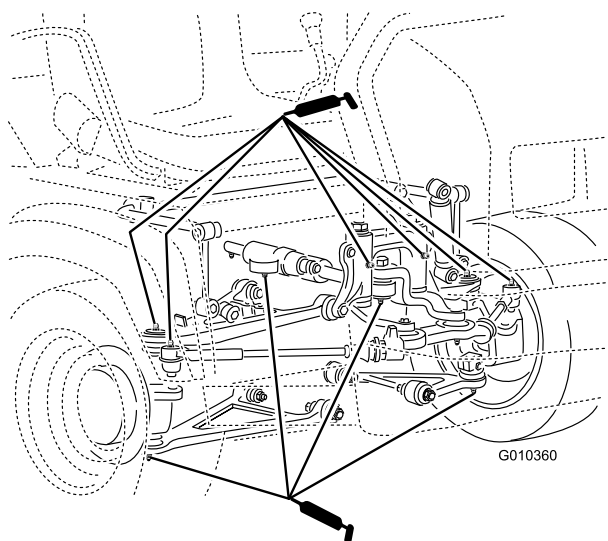

Figura 41
- Giunti a sfera (4), tiranti (2), punti di montaggio di perni (2) e cilindro di sterzata (2) (Figura 41)